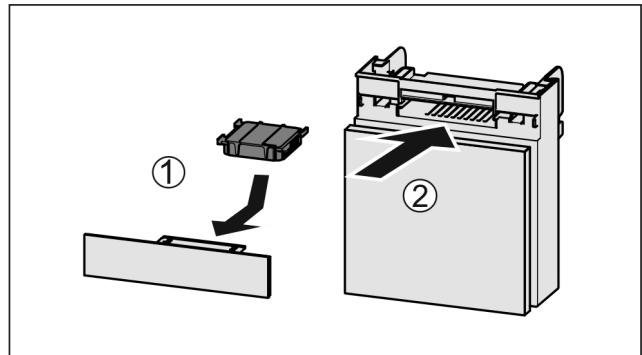

Fig. 114
- Установите фильтр с активированным углем, как показано на рисунке Fig. 114 (1).
- Вставьте отделение Fig. 114 (2).